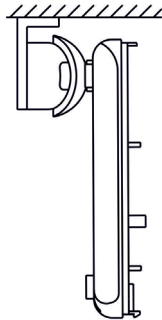

Рисунок 4 – Крепление извещателя с кронштейном
**Примечание** – При креплении извещателя на кронштейн (рис. 4) выверните винт М3х20 из кронштейна. Удерживая кронштейн в собранном состоянии, совместите квадратный выступ наружной сферы кронштейна с соответствующим пазом в основании извещателя и соедините винтом используя усилие, обеспечивающее поворот основания на кронштейне.